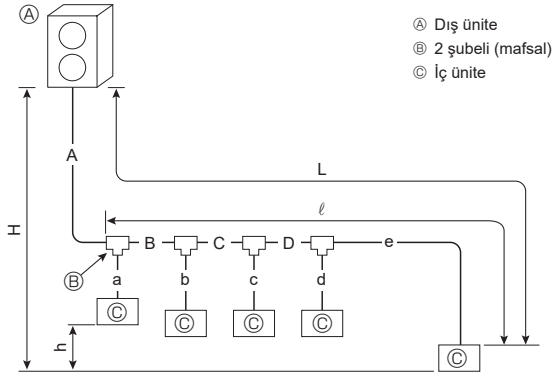

Fig. 4-3 (a)
4.3.1. Dağıtım Kutusu olmadan bağlantı (Fig. 4-3)